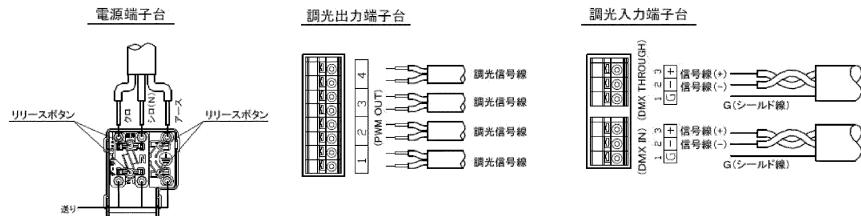

図 3
③DMX ケーブルを引き込み、(図3) のように本体内部の DMX IN に接続してください。
AC OUT 線を引き込み、(図3) のように本体の電源端子台に接続してください。
⑤ PWM 線を引き込み、(図 3) のように本体の調光信号端子台に接続してください。